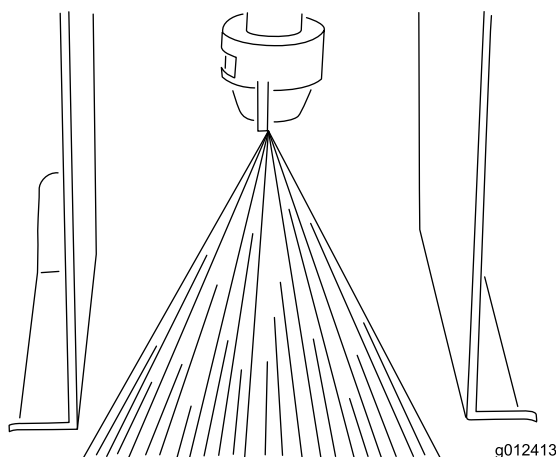

図 25
5. ペイントがシールドよりもすこし下からスプレーされるように、ノズル・チューブの高さを調整する（図 25）。